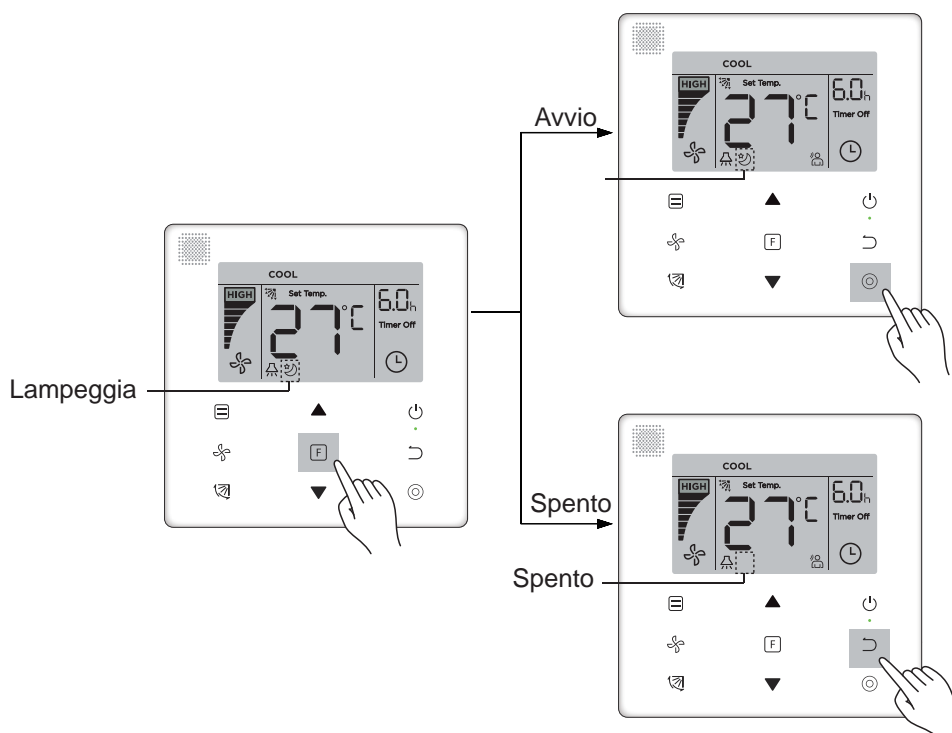

Figura 6.12
- Attivazione/disattivazione della funzione "Silent": premere il pulsante **[F]** (Function) più volte, fino a selezionare la funzione "Silent" (l'indicatore "  " lampeggia). Premere il pulsante **[Confirm]** (Confirm) per attivare la funzione, oppure il pulsante **[Cancel]** (Cancel) per disattivare la funzione (vedi Figura 6.12).